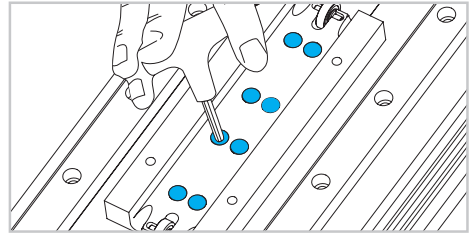

Abb. 8
- 9) Schieben Sie den oberen Laufwagen, um Zugriff auf den inneren Teil zu erhalten. Lösen Sie die Schrauben und heben Sie den vorher gelösten Teil an (Abb. 8).